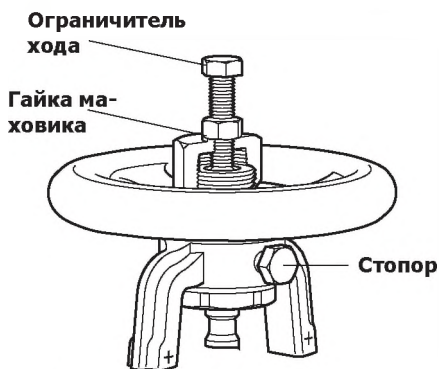

Рис. 8
5.4 BSAT снабжены плунжером, позволяющим регулировать расход среды. Открыв вентиль на определенное количество оборотов, (см. Рис. 8, стр. 12) его можно зафиксировать. Это исключит влияние вибрации на настройку вентиля.